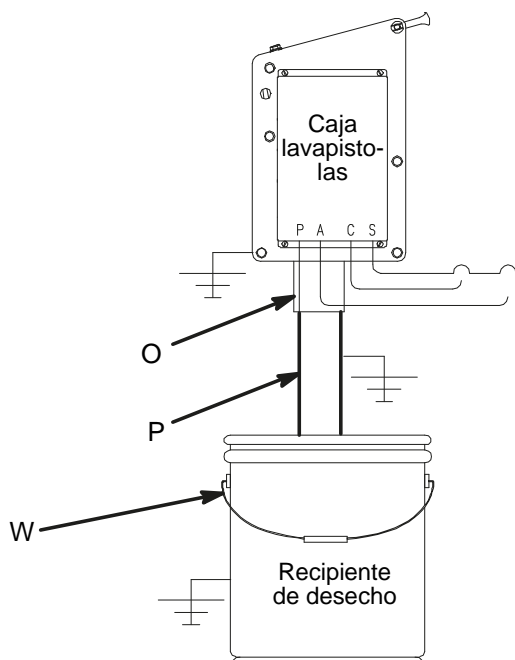

FIG. 6: Requisitos del recipiente de desechos cerrado
Conecte el tramo más largo posible de un tubo (P) recto de plástico, o de metal conectado a tierra, entre la salida de fluido de la caja lavapistolas (O) y un recipiente de desechos metálico cerrado (W). Consulte FIG. 6.